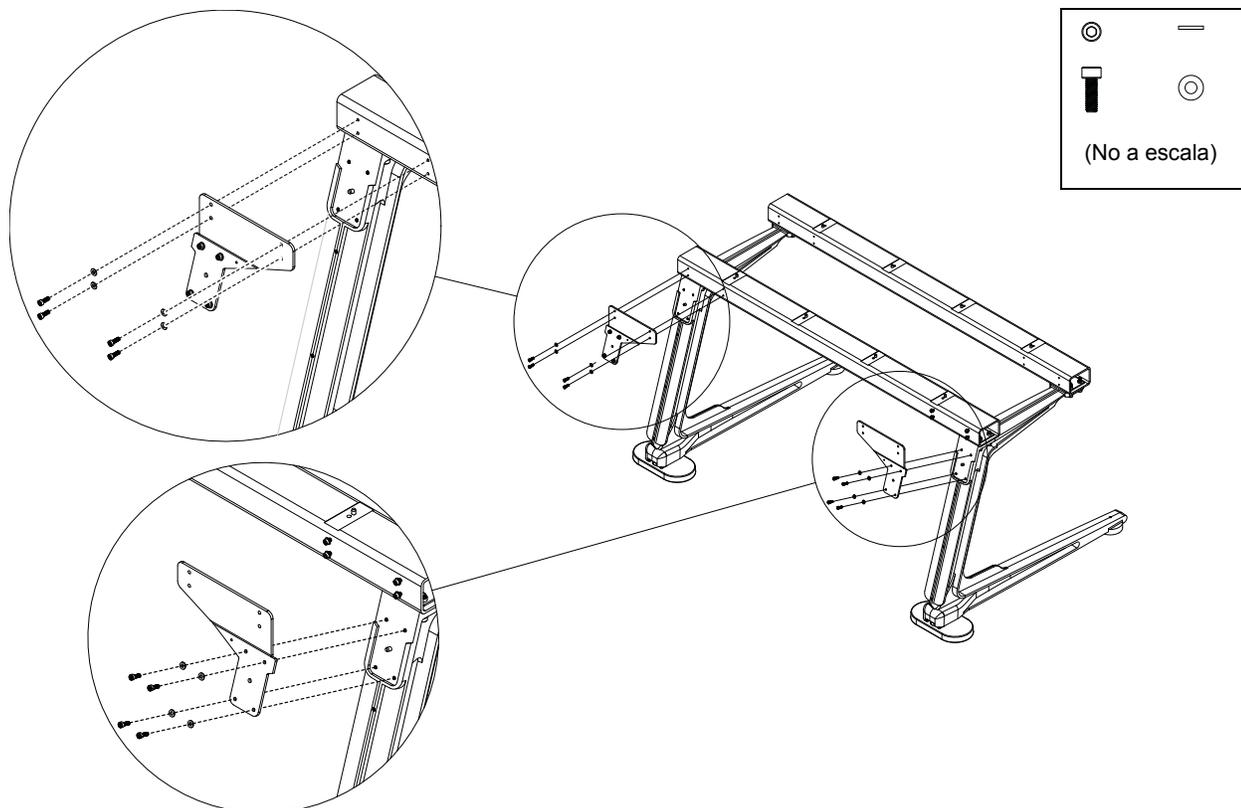

Figura 5. Unir las escuadras posteriores
- 1 Une las escuadras posteriores como se muestra en la Figura 5 utilizando cuatro tornillos y arandelas (incluidos) por escuadra. Alinea los salientes de las escuadras con los agujeros que hay en la parte superior de las patas.